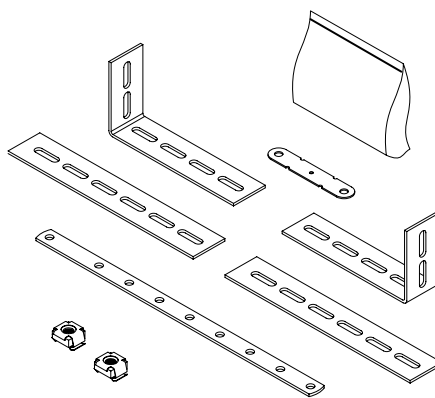

Fig. 25
- ST** Desbloqueio automático dos ferrolhos para portas basculantes de molas. Aplicado ao braço de comando, desengata automaticamente os ferrolhos laterais da porta (fig.25).